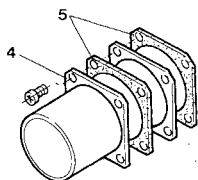
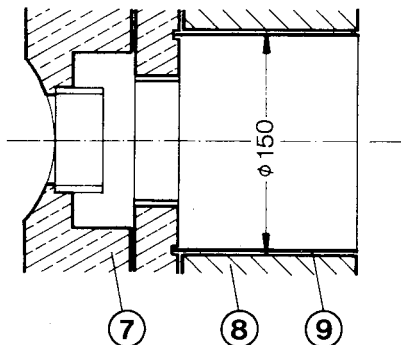

Bild 6
Bild 10 Mauerbuchse
Dem Abgaskastenzubehör ist eine Blende 78 mm ∅ beigefügt. Als Grundausrüstung ist die Blende 72 mm ∅ am Abgaskasten eingebaut. Bei abweichenden Gerätearten, z. B. ZR 24, ist nach Lösen der vier Kreuzschlitzschrauben am Flansch (4) die vorhandene Blende herauszunehmen und gegen die passende Blende zu tauschen. Die beidseitig vorhandenen Dichtungen (5) sind gemäß Bild 6 einzulegen.
- 5 Blende mit 2 Dichtungen (siehe Bild 6)
- 7 Anschluß-Stein mit Mauerbuchse (9)
- 9 Mauerbuchse (siehe Bild 10)